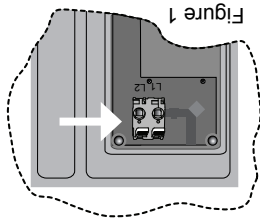

Figure 1
2. Repérez la borne grise, située près de la partie supérieure du contrôleur, Figure 1.